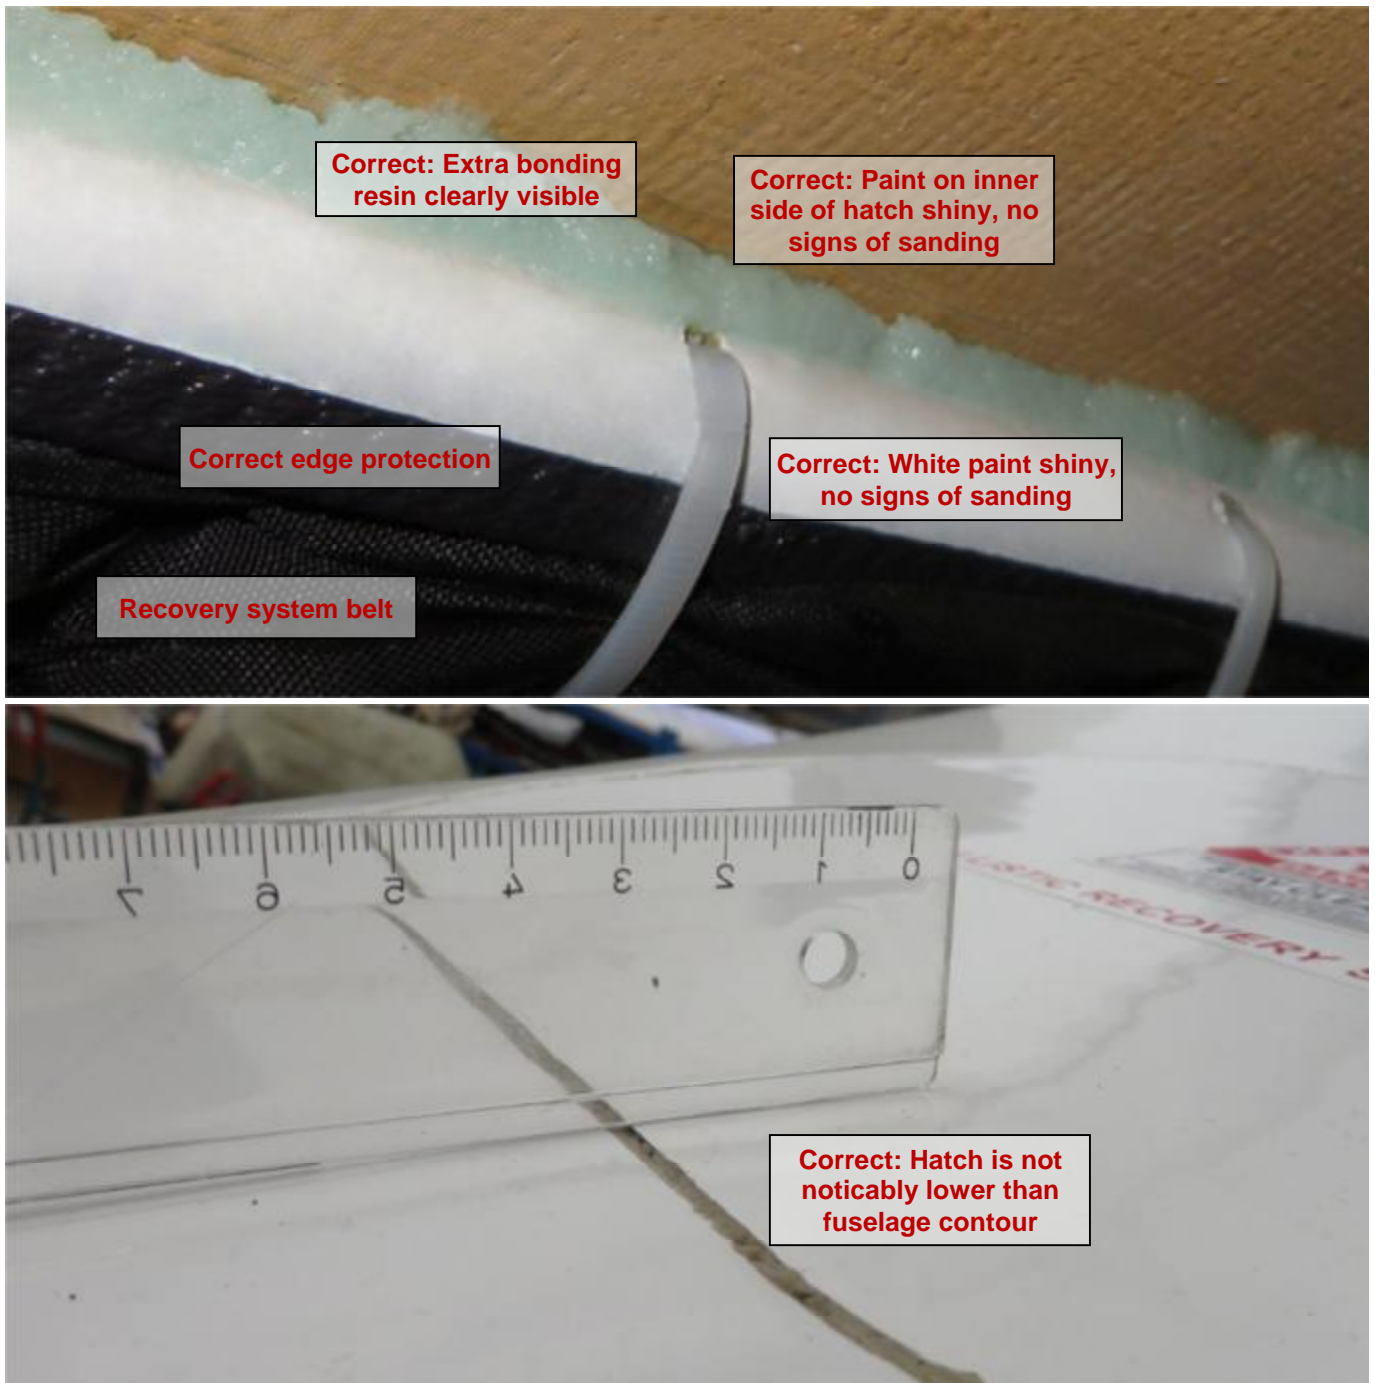

Fig. 3 – Sample view a **correct** installation showing the listed details
**Correct** installation of the extraction hatch is given when (see Fig. 3):
*Der richtige Einbau ist an den folgenden Punkten zu erkennen – siehe Fig. 3:*